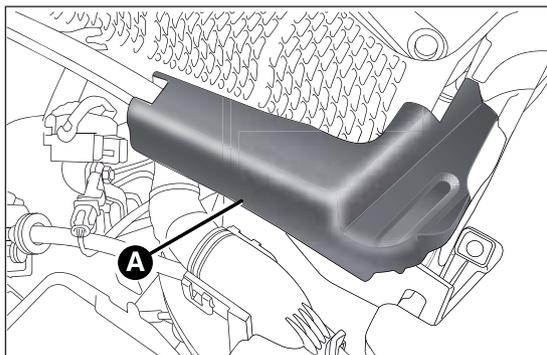

fig. 152
- spostare la copertura A fig. 152;